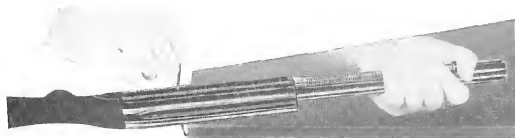

Fig. 13
- Arretrare a fondo l'otturatore per far apparire nel foro della culatta il bottone arresto asta comando. Spingerlo col punteruolo. Frenare l'asta di comando così liberata. Vedere illustrazione (fig. 13).